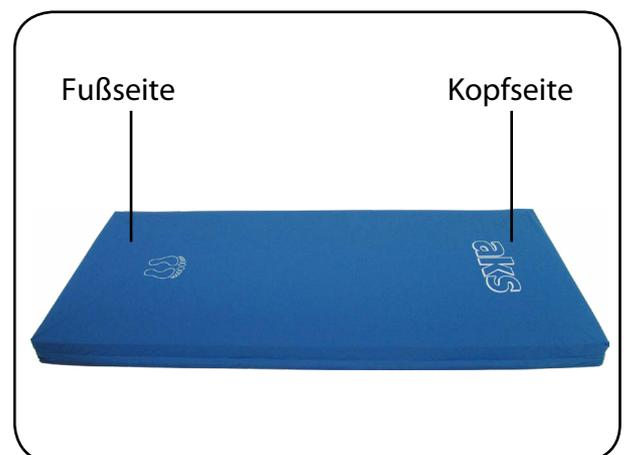

Abb. 6.01 - Matratze mit Matratzenhülle
5. Achten Sie darauf, dass der Aufdruck „aks“ und das Fußsymbol nach Oben zeigen. Der Aufdruck „aks“ ist am Kopfende des Bettes zu positionieren und das Fußsymbol am Fußende (Abbildung 6.01).